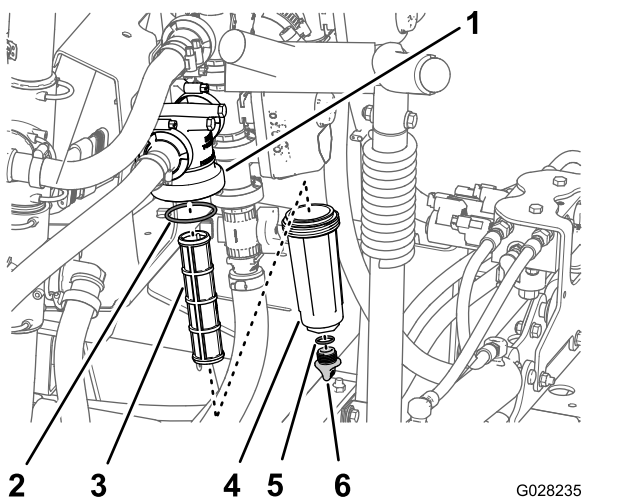

图 23
2. 在压力式滤清器下放置一个排放盘 图 23。
3. 逆时针旋转排油盖然后将其从压力式滤清器的油碗中取出图 23。
4. 逆时针旋转油碗然后拆下滤清器头图 23。
5. 拆下压力式滤清器的滤芯图 23。
7. 检查排油塞的垫片在油碗内侧和油碗的垫片在滤清器头内侧是否有磨损和损坏图 23。
8. 将压力式滤清器滤芯安装到滤清器头中图 23。
9. 将油碗安装到滤头上并用手紧固图 23。
10. 将排油盖安装到油碗底部的接头上然后用手拧紧排油盖图 23。